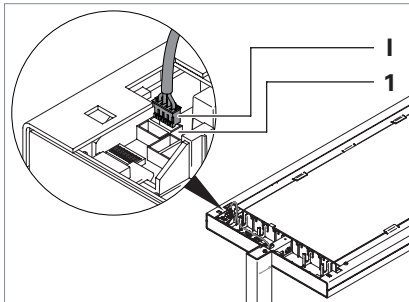

Fig. 4: Raccorder la tête du luminaire, partie 1.
- Raccordez la fiche **I** au connecteur femelle **1** « Tastm. » sur la tête du luminaire, voir Fig. 4 et voir Tab. 2.